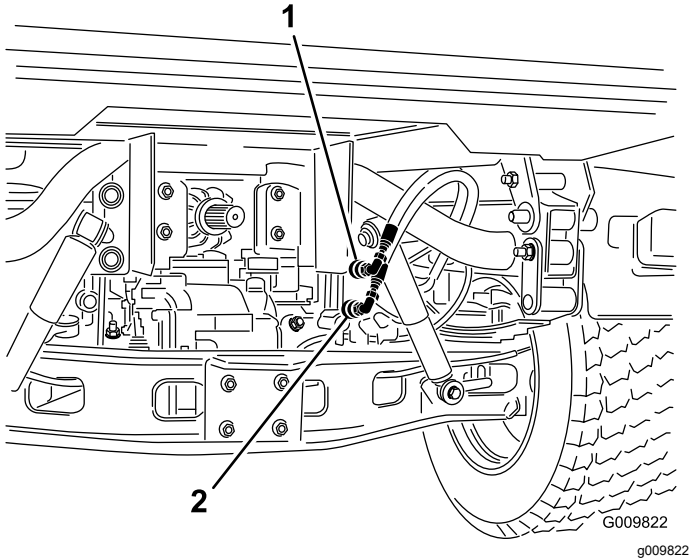

Figura 73
- En ambas máquinas, desconecte las dos mangueras de acoplamiento rápido de las mangueras que están conectadas al soporte de acoplamiento (Figura 73).